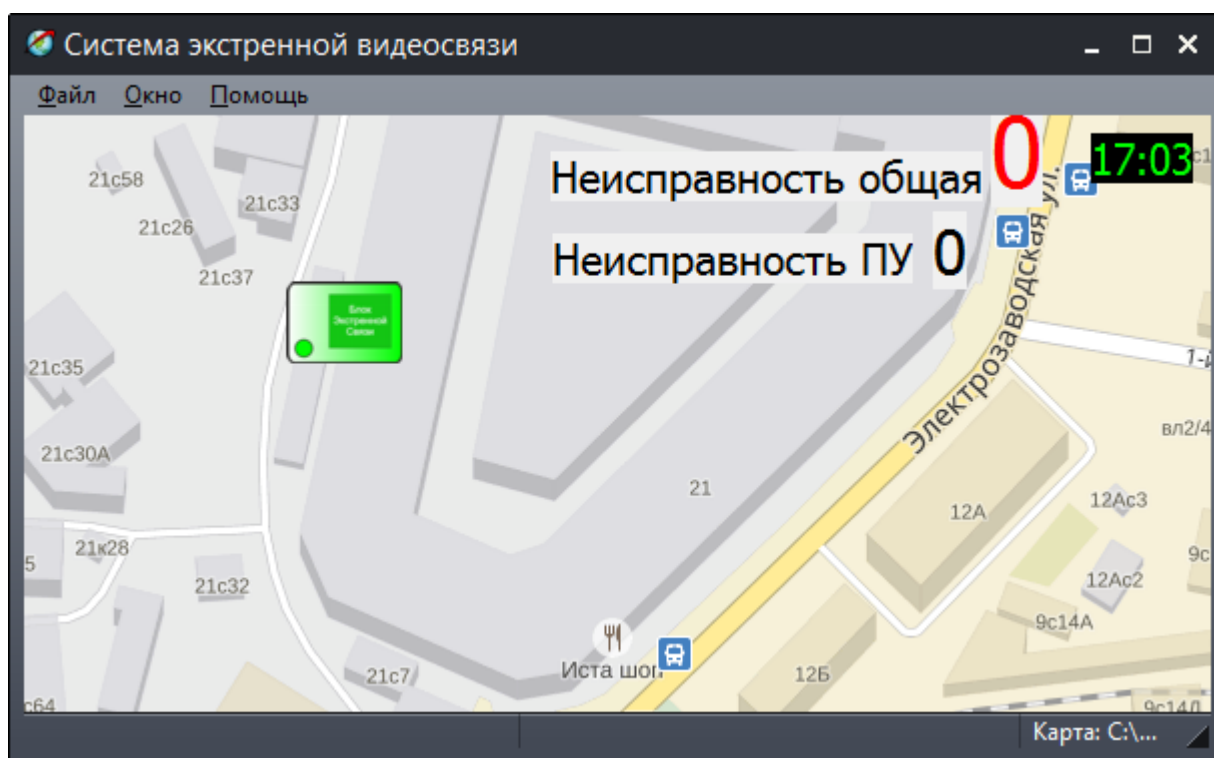

Рисунок 5 - Пример отображения УЭС-ПВ на карте объектов
4. Пример отображения УЭС-ПВ на карте объектов в программе «СЭС» (рисунок 5).